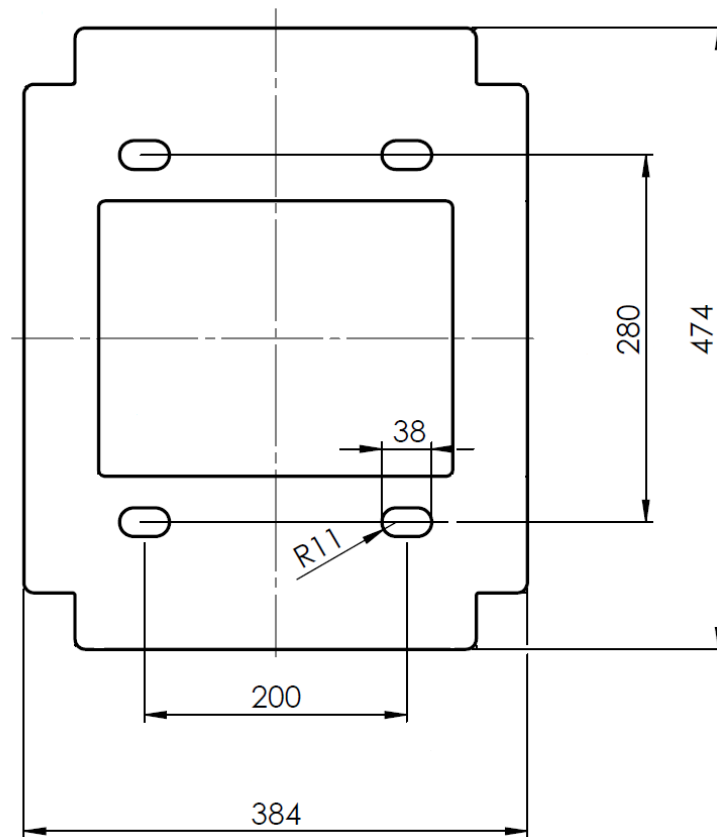

Abb. 10: Fußplatte Schrankengehäuse
1. Bohrungsmaße der Fußplatte (Abb. 10) auf das Fundament übertragen.